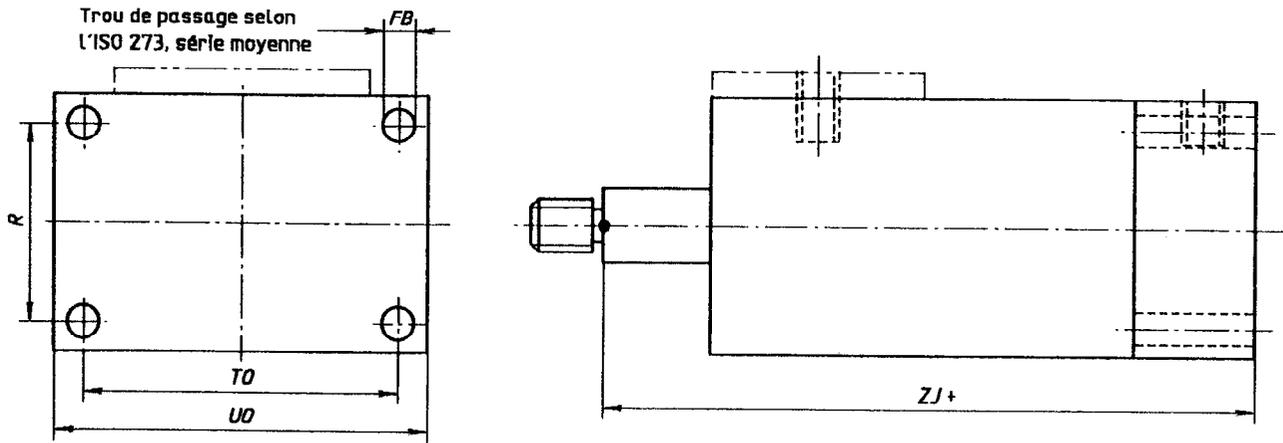

Figure 3 — ME6 — Fixation par fond rectangulaire
- ME6 — Fond rectangulaire (voir figure 3 et tableau 3)